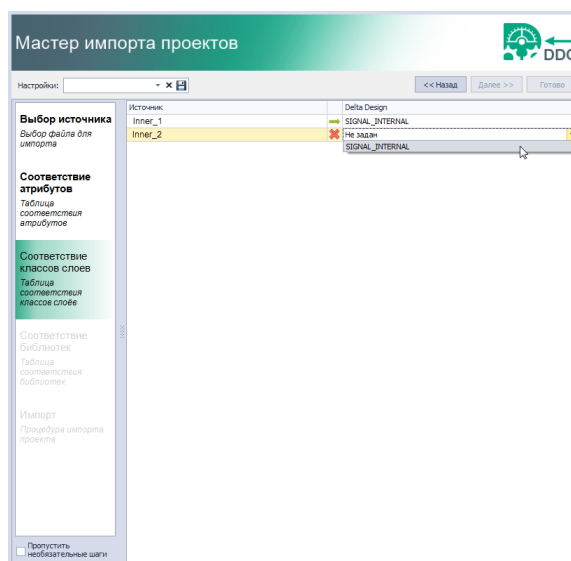

Рис. 60 Установка соответствия классов слоев
8. Выполните соответствие классов слоев, Рис. 60.